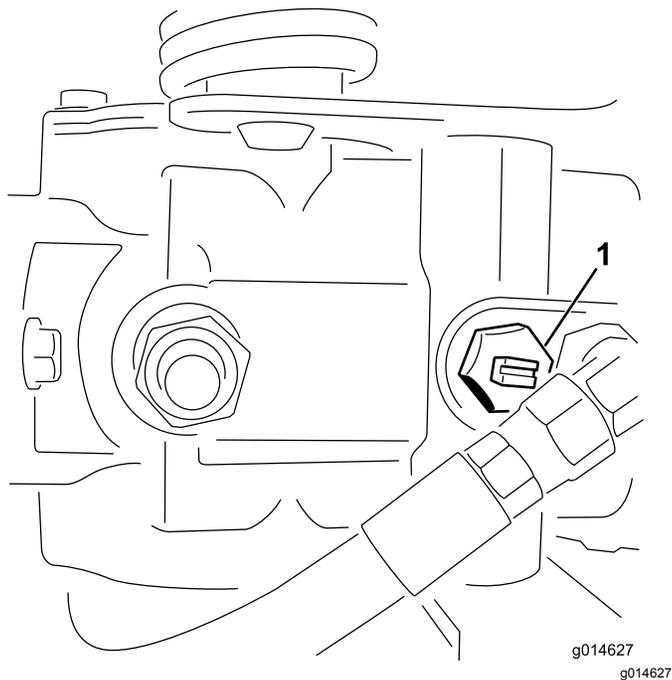

图25
1. 找到并旋转泵上的旁通阀使槽处于垂直位置图25。
2. 启动发动机之前、旋转旁通阀、使槽处于水平位置、这样就可以关闭旁通阀 (图25)。